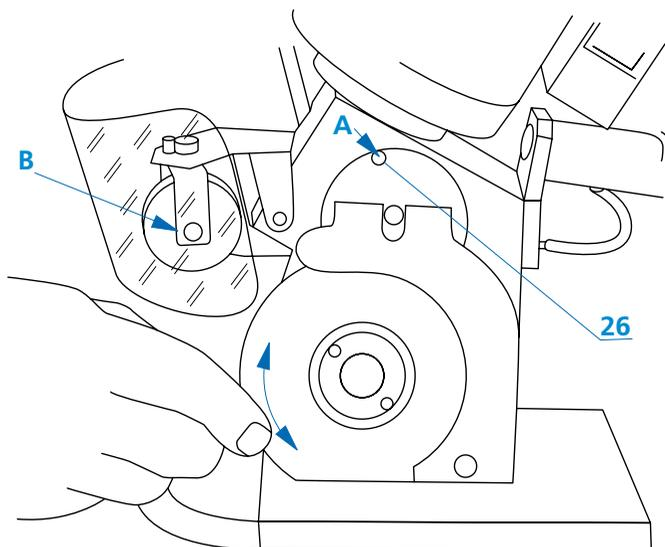

Рис. 8
Для того, чтобы машина сохраняла необходимое техническое состояние, необходимо ее систематически чистить и смазывать. Периодически, в зависимости от интенсивности работы, раскройную машину следует очищать от пыли, остатков ниток и тканей. Особое внимание обратить на зазоры, нож - корпус и нож - защита ножа. Находящиеся там остатки кроя могут тормозить вращение ножа. Их наличие определяют, передвигая диск ножа рукой, как показано на рис. 8. Диск должен свободно поворачиваться на угол 3-5°. Если обнаружится сопротивление, нужно снять нож и защиту корпуса и удалить кисточкой остатки материала.
Для смазки раскройной машины необходимо использовать специальную смазку, находящуюся в принадлежностях устройства. Этой смазкой не реже, чем **каждые три месяца** смазывать приводной механизм в месте, указанном на рис. 8 стрелкой А.
С этой целью снять нож и выкрутить винт (26) рис. 8. При включенной машине в отверстие от винта (26) медленно вводить специальную смазку до тех пор, пока она не покажется на поверхности оси, с которой снят нож. Затем закрутить винт (26) и, включив раскройную машину, удалить остатки смазки.
Стрелкой В показано место смазки оси заточного устройства (рис. 8).